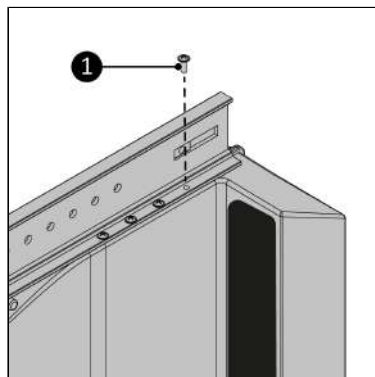

Figure 183.
6. Vissez le rail principal sur le Way-out au moyen des huit vis 3,5 x 12 mm (Figure 183, pos. 1). Assurez-vous que tous les trous de vis correspondent.